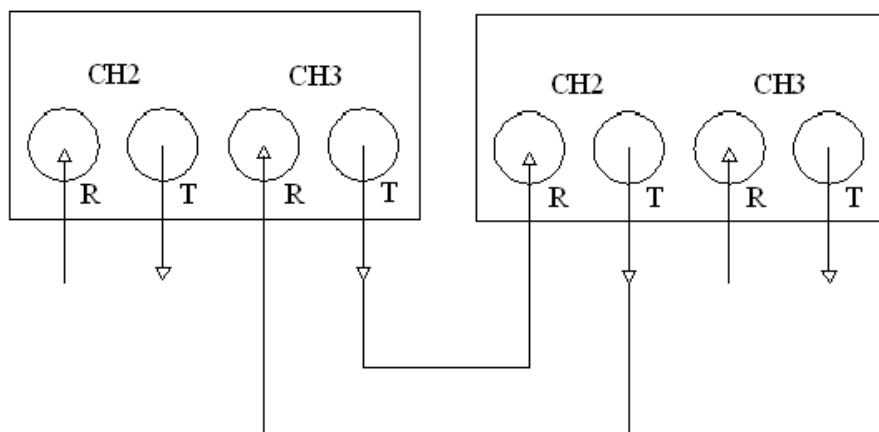

图 2-9 光纤接线图
(2). 每对光纤接口一进一出，分别接到另一个 OLM 的一对光纤接口的一出一进上，即交叉连接，注意光纤的最小弯曲半径。接线方式如图 2-9 所示：